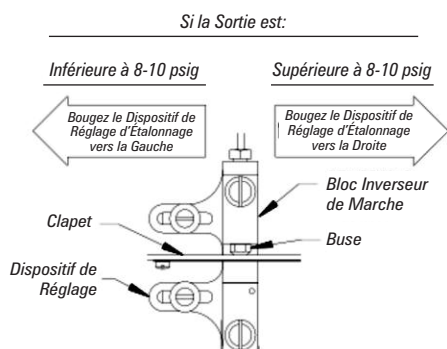

Figure 7 Réglage de l'Intervalle du Régulateur à Action Directe
- Réglez l'intervalle du régulateur en desserrant les deux vis et en bougeant le DISPOSITIF DE RÉGLAGE D'ÉTALONNAGE sur une petite distance, de la façon indiquée dans la Figure 7.